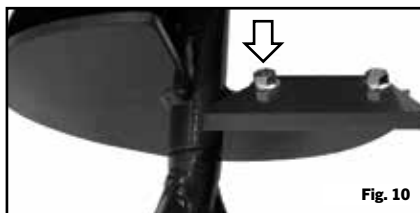

Fig. 10
3. Retirez le matériel de montage (boulons et écrous) et enlevez la lame de terre (voir figure 10).